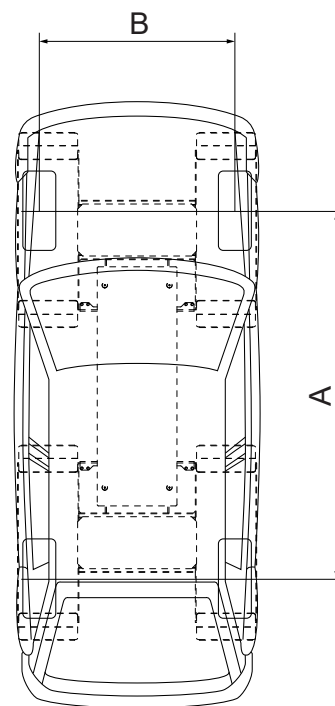

Abb. 2
- Mindestabstand zwischen den Hebepunkten (A): 2500 mm (Abb. 2).
- Mindestspurweite (B): 1500 mm (Abb. 2).